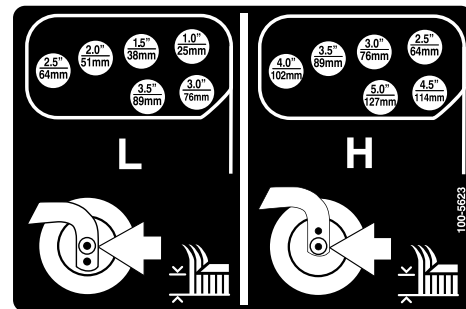

Bild 24
- Drehen Sie die Spannstange, um den Gelenkarm anzuheben oder abzusenken, bis die Löcher mit den ausgewählten Löchern in der Schnitthöhenhalterung im Mähwerkrahmen ausgerichtet sind (Bild 23 und Bild 24).